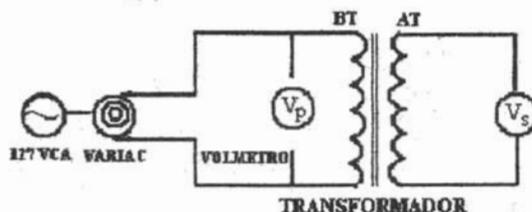

Figura 2.13
d) Arme el dispositivo de la figura. 2.13